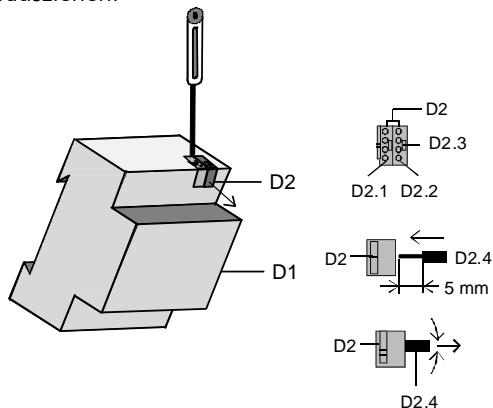

Bild 3: Leitung anschließen und abklemmen
**Busklemme abziehen (Bild 3)**
Busklemme aufstecken (Bild 3)
Anschließen der Busleitung (Bild 3)
Abklemmen der Busleitung (Bild 3)